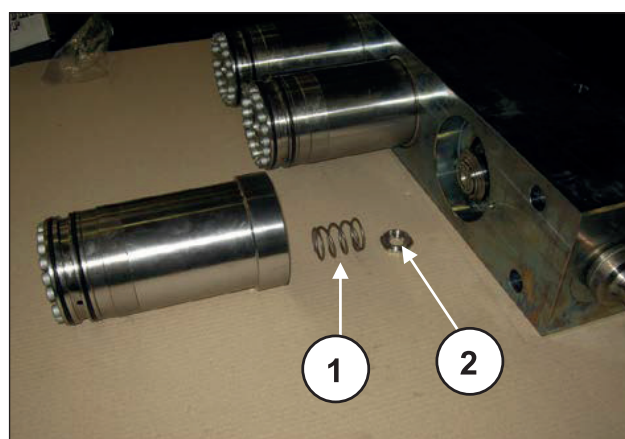

图 175
在拆卸缸套时，注意不要丢失阀门弹簧和平阀 (①和 ②, 图 175)，因为它们只是靠放定位，可能会跌落。